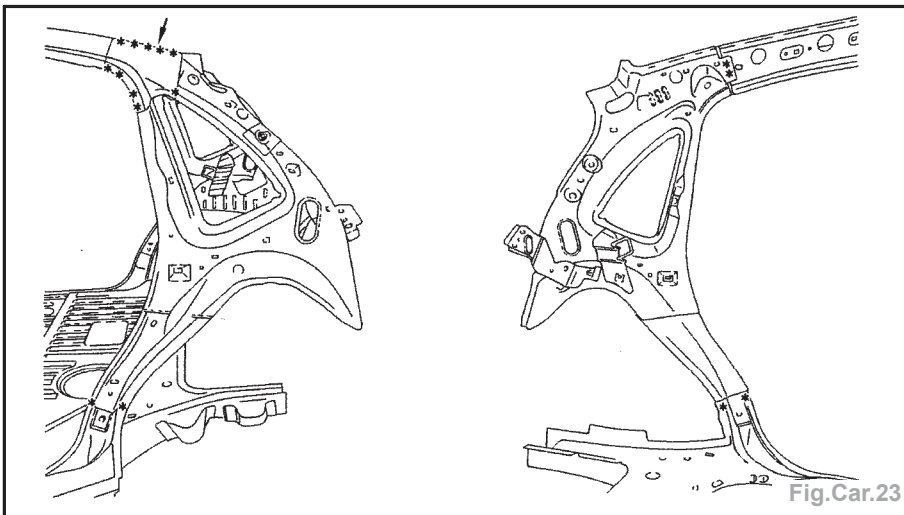

Fig.Car.23
- Dégraffer les points à l'aide d'une fraise de  $\varnothing$  8 mm (Fig.Car.23).
- Souder par points électriques et cordon MAG (Fig.Car.23).